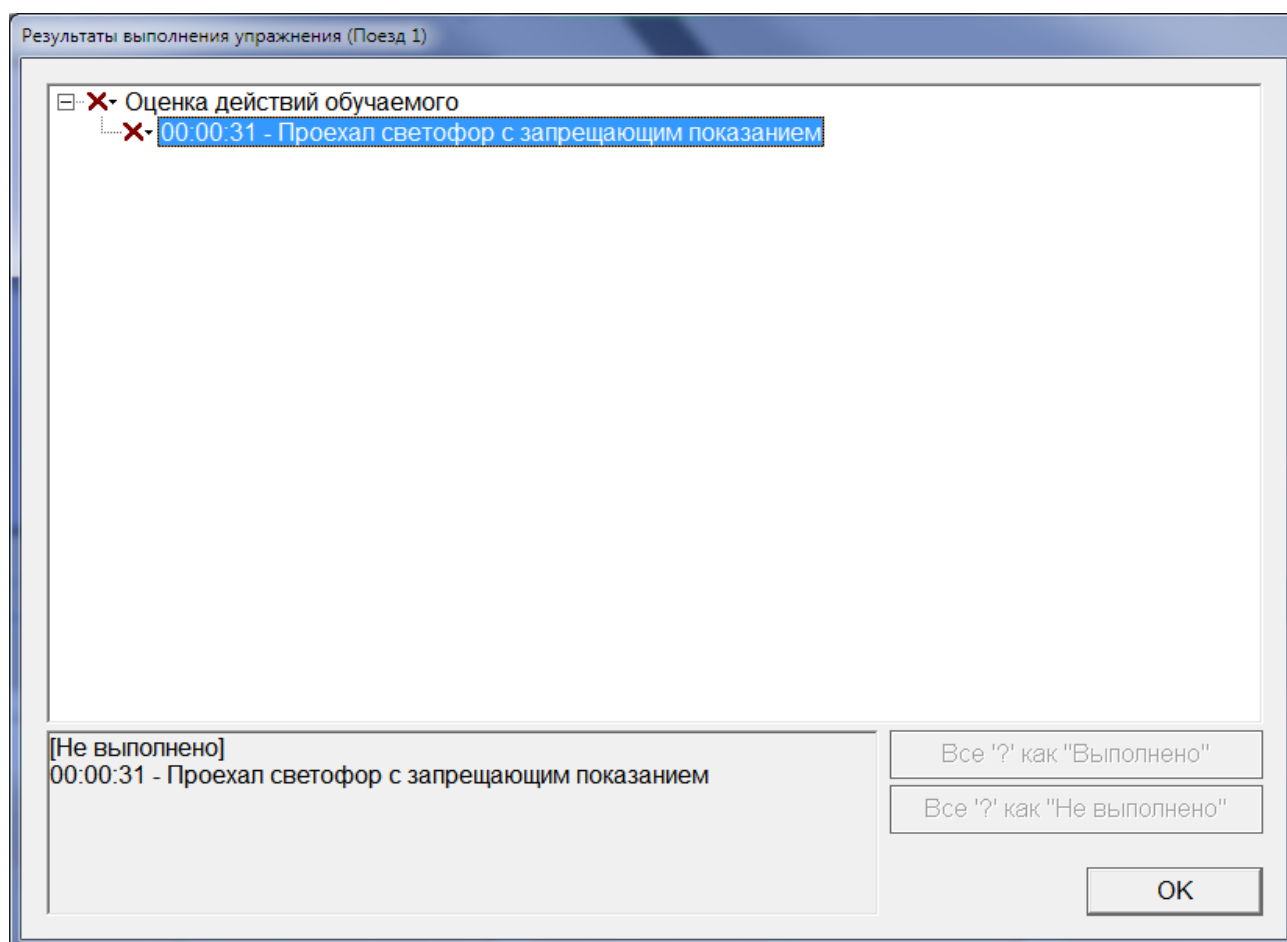

Рисунок 31 – Окно результатов выполнения упражнения
1. Нажать кнопку «Стоп» на *панели контроля упражнения* (1.6). Упражнение завершится. Появится окно результатов выполнения упражнения (Рисунок 31). При необходимости – скорректировать результаты выполнения действий обучаемого в окне результатов.